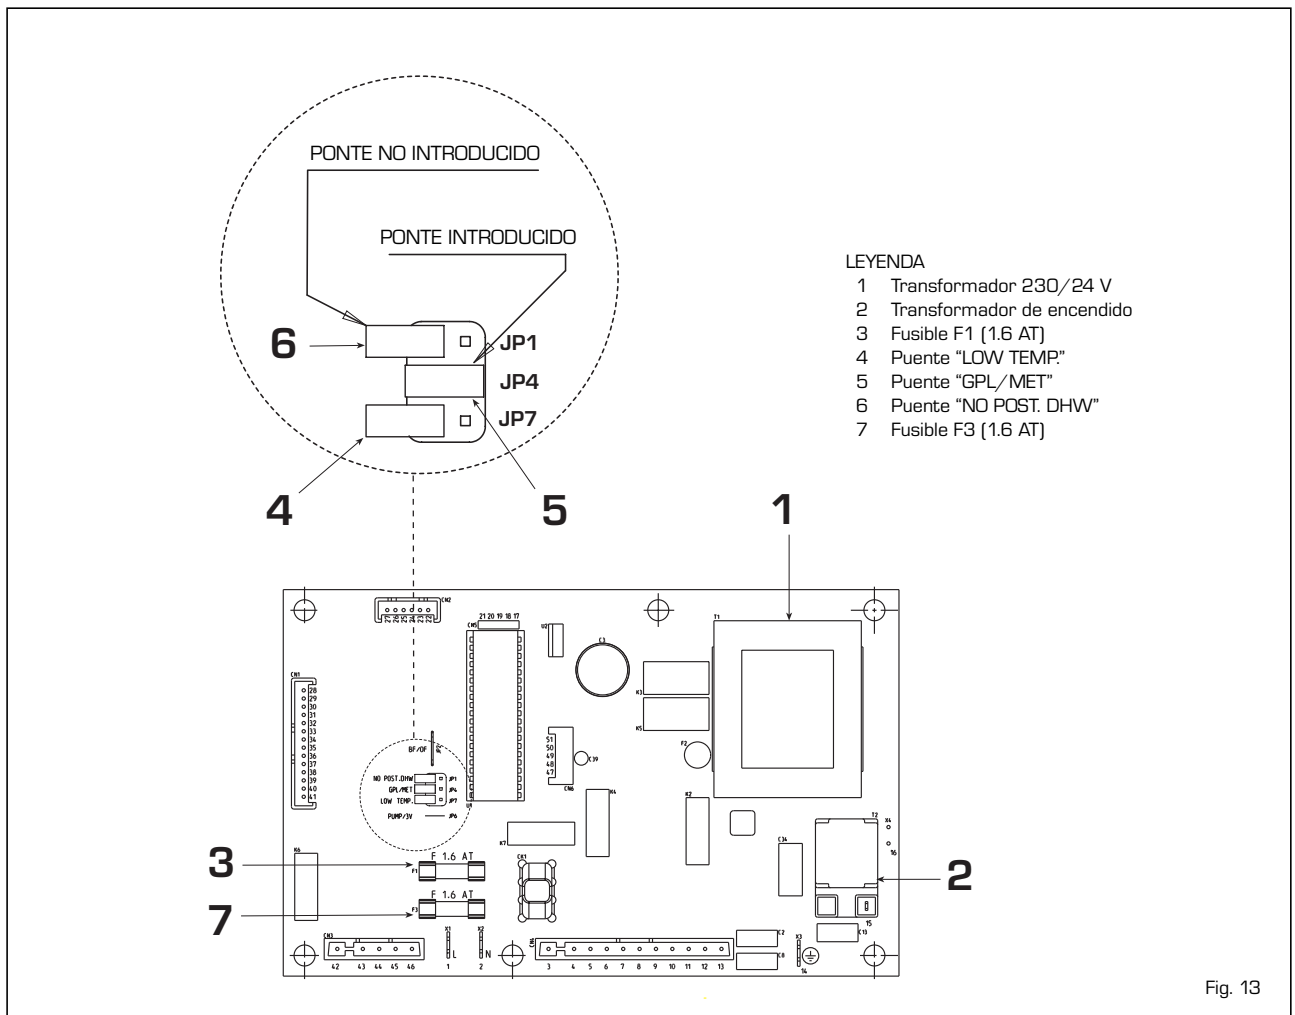

Fig. 13
- **Puente JP4 "GPL/MET"** (5 fig. 13)
- **Puente JP7 "LOW TEMP."** (4 fig. 13)
- **Puente JP1 "NO POST. DHW"** (6 fig. 13)
- Desmontar el colector quemadores (3).
- Sustituir los inyectores principales (6) y la arandela de cobre (4) con los suministrados en el kit; para efectuar esta operación, use una llave fija de 7.
- Desplazar el puente del conector "MET/GPL" de la ficha en la posición correspondiente al gas utilizado (5 fig. 13).